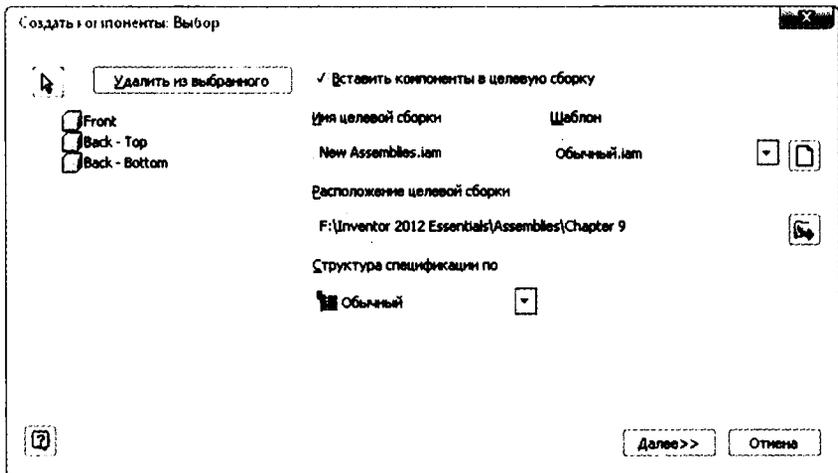

Рис. 9.16. Установка имени сборки и путь к ней
5. Проверьте ваше диалоговое окно по рис. 9.16, затем нажмите **Далее**.